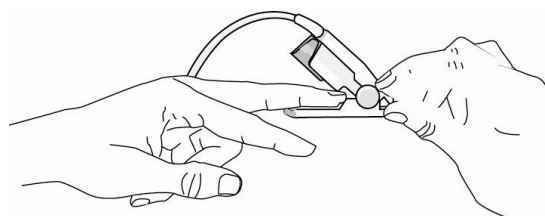

Рисунок 2
1. Приложите палец к окошку датчика. Поверхность пальца должна прикрыть окошко детектора в нижней части датчика. (см. Рис.2)